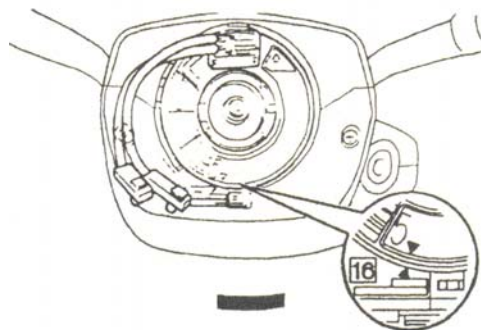

图17
- (1) 检查点火开关位于 OFF 位置。
- (2) 检查蓄电池负极端子断开。注意：在拆下端子 90s 后才可以进行操作。
- (3) 用手逆时针放置电缆盘，直到变得难以旋转为止。
- (4) 顺时针旋转电缆盘大约 2.5 圈，对齐标记，如图17 所示。注意：电缆盘可以绕中心左右双向旋转 2.5 圈。